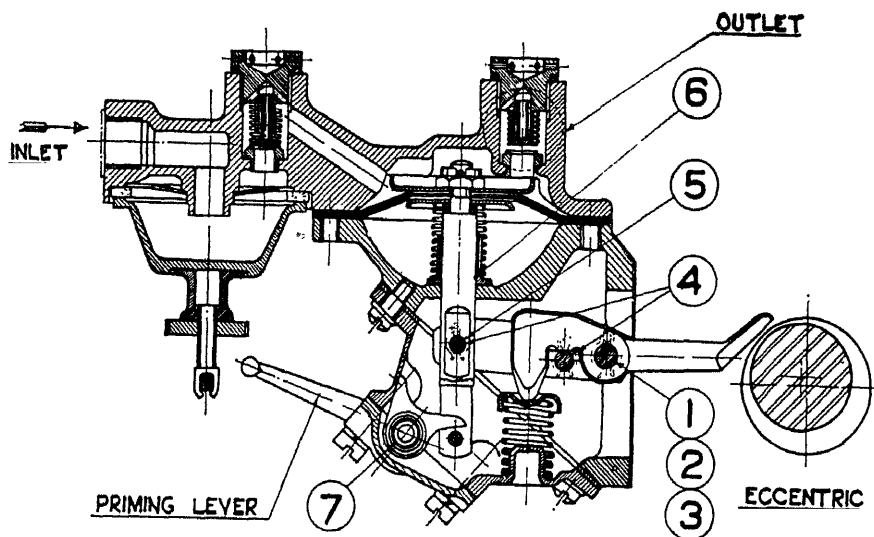

Fig. 20.—D.H. A.C. FUEL PUMP
D.H. A.C. FUEL PUMP (Fig. 20)
D.H. A.C. FUEL PUMP (Fig. 20)—continued